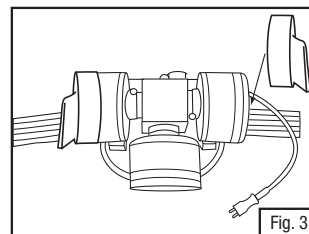

Fig. 3
1. Anexe las cubiertas de protección para filtros a los cartuchos derecho e izquierdo con la abertura mirando hacia abajo (Fig. 3).